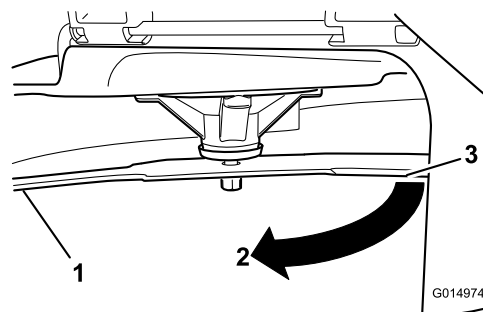

Figura 76
3. Distanța măsurată dintre lamă și suprafață (A)
4. Rotiți aceeași lamă la 180 de grade, astfel încât marginea de tăiere opusă să se afle acum în aceeași poziție (Figura 76).